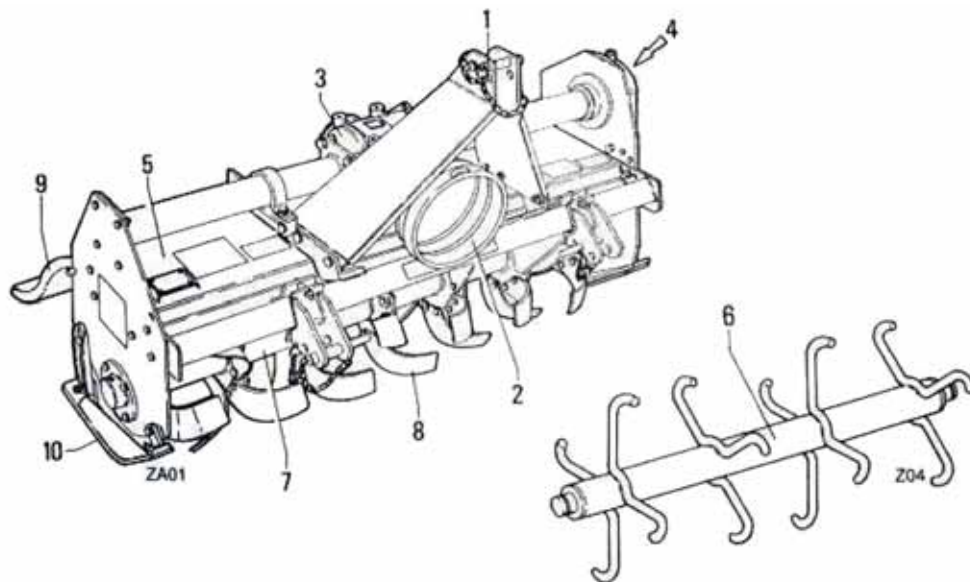

Abbildung 5
9. **Hintere Abdeckung:** Die Abdeckung kann bewegt werden (Abb. 5).
Wichtige Teile von Abbildung 5: